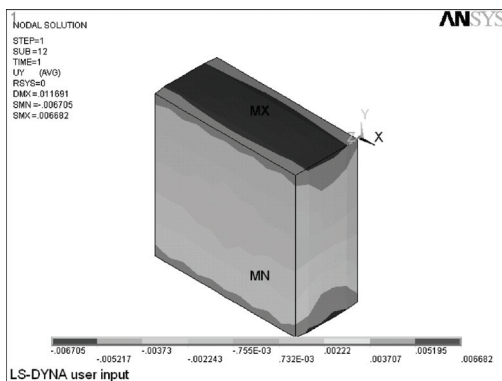

图 5-251 Y 方向位移等值线图
5) 选择 Main Menu | General Postproc | Plot Results | Contour Plot | Nodal Solu 命令，出现 Contour Nodal Solution Data 对话框。选择 Nodal Solution | DOF Solution | Y-Component of displacement，单击 OK 按钮，ANSYS 显示窗口显示如图 5-251 所示的 Y 方向位移等值线图。